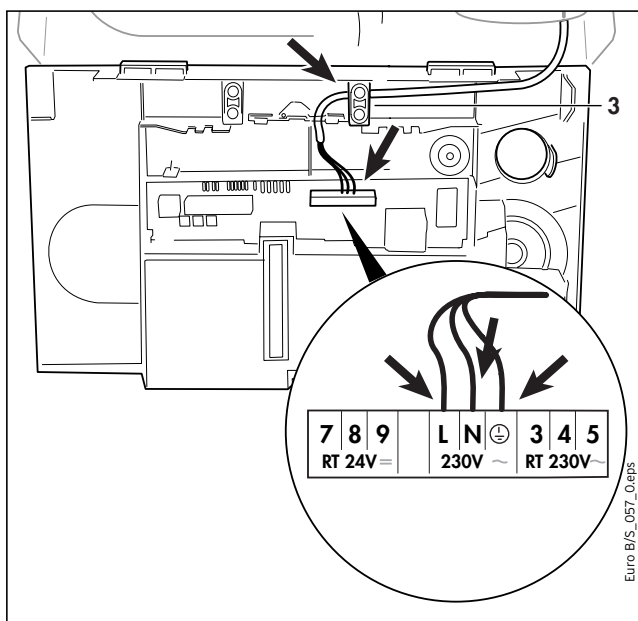

Рис. 3.14 Прокладка кабеля
- Отожмите зажимы задней крышки распределительной коробки (1) в местах (2) и снимите заднюю крышку.
- Проложите сетевой кабель, как показано на рис. 3.14.